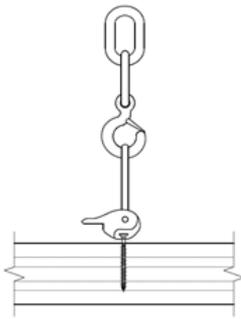
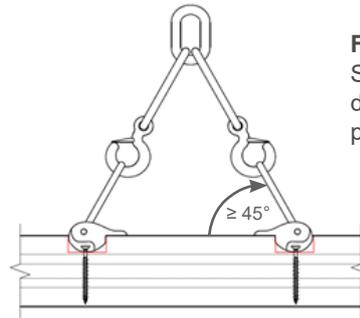

Figure 1 :
Figure 2 :
- d) Sollicitation exclusivement axiale de la vis RAPID® T-Lift (voir Abbildung 1 et figure 2)